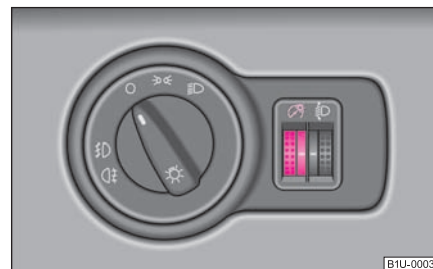

Fig. 42 Tabloul de bord: Iluminarea instrumentelor de bord
- Rotiți regulatorul rotativ ⇒ fig. 42 pe intensitatea dorită a iluminării instrumentelor de bord. ■